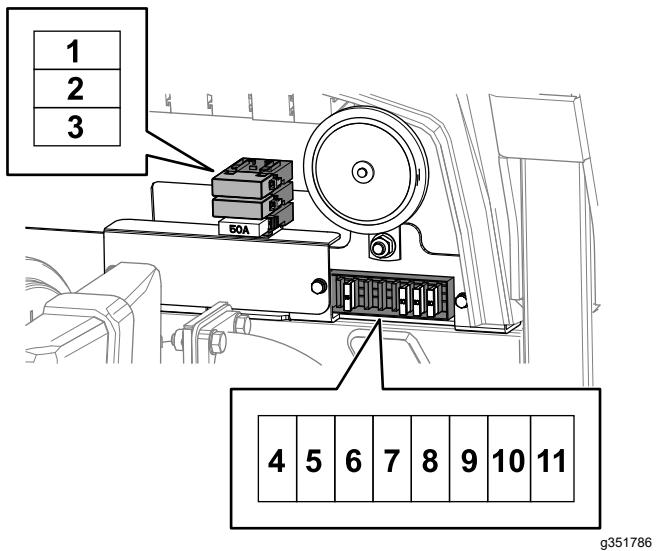

Bild 72
- Ersetzen Sie jede durchgebrannte Sicherung durch eine Sicherung mit gleicher Amperezahl (Bild 72).